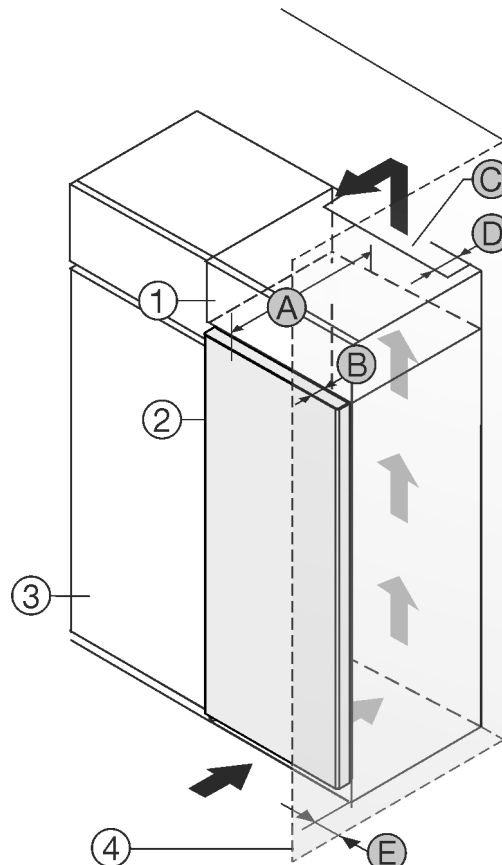

Fig. 1
Gerät direkt neben dem Küchenschrank Fig. 1 (3) aufstellen.
An der Rückseite des Aufsatzschrankes muss ein Abluftschacht mit der Tiefe Fig. 1 (D) über die gesamte Aufsatzschrankbreite vorhanden sein.
Unter der Raumdecke muss der Entlüftungsquerschnitt Fig. 1 (C) eingehalten werden.
Wenn das Gerät mit den Scharnieren neben einer Wand Fig. 1 (4) aufgestellt wird, muss der Abstand zwischen Gerät und Wand mindestens 13 mm betragen.
Wenn das Gerät mit den Scharnieren neben einer Wand *Fig. 1 (4)* aufgestellt wird, muss der Abstand zwischen Gerät und Wand mindestens 20 mm betragen.
Um die Türe vollständig öffnen zu können, muss Gerät um die Türtiefe *Fig. 1 (B)* gegenüber der Küchenschrankfront vorstehen. Abhängig von der Tiefe der Küchenschränke *Fig. 1 (3)* und Verwendung von Wandabstandshaltern kann das Gerät weiter herausragen.